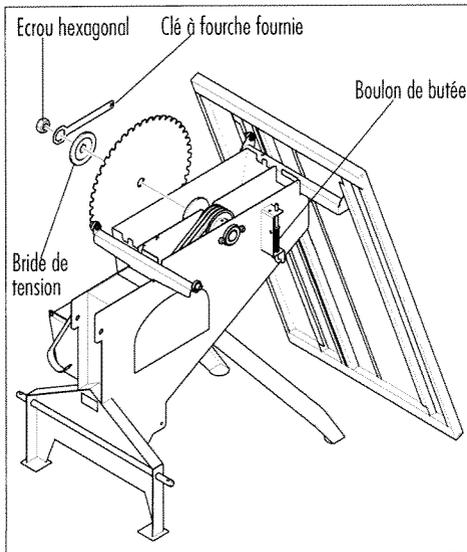

Figure 9 - Remplacement de la lame de scie
- ▼ Vérifier que la lame de scie a une assise solide et, au besoin, resserrer l'écrou hexagonal (voir Figure 9 - Remplacement de la lame de scie). La lame de scie doit tourner sans le moindre contact.
▼ Retirer la lame de scie de l'arbre de transmission. (voir Figure 9 - Remplacement de la lame de scie)
(voir Figure 9 - Remplacement de la lame de scie)